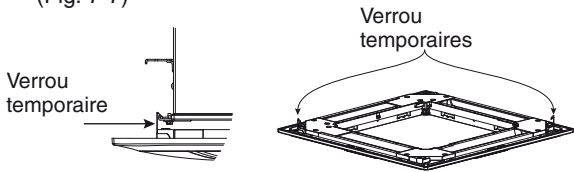

Fig. 7-7
- (1) Suspendez les verrous provisoires à l'intérieur du plafonnier dans la prise sur l'unité pour fixer temporairement le plafonnier en position. (Fig. 7-7)
- Pour déposer le plafonnier, supportez-le tout en enfonçant les loquets provisoires vers l'extérieur. (Fig. 7-7)